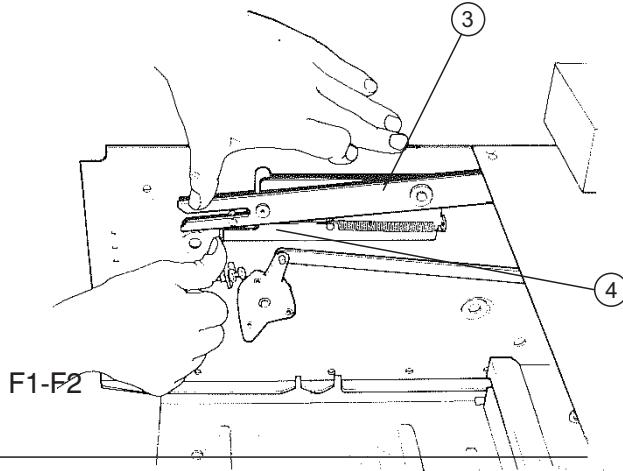

Fig. 3
d) prima di inserire la parte mobile nella parte fissa, è bene verificare che la leva (3) di azionamento dei contatti ausiliari sia nella posizione indicata in figura (abbassata); in caso contrario la leva di azionamento dei contatti ausiliari verrebbe danneggiata dall'introduzione della parte mobile nella parte fissa (fig. 3). Quando la parte mobile è estratta, la leva (3) rimane sempre nella posizione indicata in figura. La leva (3) può cambiare posizione soltanto per manomissione. In questo caso per posizionare correttamente la leva (3) e permettere il libero ingresso della parte mobile nella parte fissa, spingere il gancio (4) e abbassare la leva (3).
d) before inserting the moving part in the fixed part, make sure that the lever (3) for operating the auxiliary contacts is in the position indicated in the figure (lowered); if it is not, the auxiliary contacts operation lever will be damaged by inserting the moving part into the fixed part (fig. 3). When the moving part is withdrawn, the lever (3) always remains in the position indicated in the figure. The lever (3) can change position only as a result of tampering. In this case, to position the lever correctly (3) and to allow the moving part to be inserted freely in the fixed part, push the hook (4) and lower the lever (3).
d) Nur bei der ersten Installation der beweglichen Teile in der Schaltanlage wie folgt vorgehen. Bevor das bewegliche Teil in das feste Teil eingeschoben wird, ist sicherzustellen, daß sich der Betätigungshebel (3) der Hilfsschalter in der Stellung befindet, die in der Abbildung gezeigt ist (gesenkt). Andernfalls wird der Betätigungshebel der Hilfsschalter beim Einschieben des beweglichen Teils in das feste Teil beschädigt (Abb. 3). Wenn das bewegliche Teil herausgezogen ist, bleibt Hebel (3) immer in der von der Abbildung gezeigten Stellung. Der Hebel (3) kann seine Stellung nur durch verstaltung ändern. Um den Hebel (3) in diesem Fall korrekt einzustellen und das bewegliche Teil unbehindert in das feste Teil einschieben zu können, den Haken (4) drücken und den Hebel (3) absenken.
d) Opérer de la façon suivante uniquement lors de la première installation des parties mobiles. Avant d'introduire la partie mobile dans la partie fixe, il faut vérifier que le levier (3) d'actionnement des contacts auxiliaires soit dans la position indiquée par la figure (abaissée); dans le cas contraire il serait endommagé par l'introduction de la partie mobile dans la partie fixe (fig. 3). Quand la partie mobile est extraite, le levier (3) reste toujours dans la position indiquée par la figure. Le levier (3) peut changer de position uniquement à la suite d'une autre raison. Dans ce cas pour positionner correctement le levier (3) et permettre l'entrée libre de la partie mobile dans la partie fixe, pousser le crochet (4) et abaisser le levier (3).
d) antes de introducir la parte móvil en la parte fija es conveniente verificar que la palanca (3) de accionamiento de los contactos auxiliares esté en la posición indicada en la figura (hacia abajo); de lo contrario la introducción de la parte móvil en la parte fija dañaría la palanca (3). Cuando la parte móvil está extraída, la palanca (3) queda siempre en la posición indicada en la figura. La palanca (3) puede cambiar posición sólo debido a una manipulación de la misma. En este caso para poner la palanca (3) en su posición correcta y permitir libremente la entrada de la parte móvil en la parte fija empujar el gancho (4) y bajar la palanca (3).